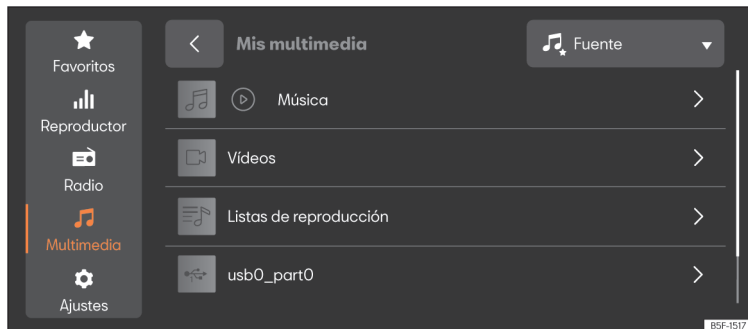

Fig. 173 Representación esquemática: Vista Multimedia.
- Pulse **MENU** > > > **fig. 173**.